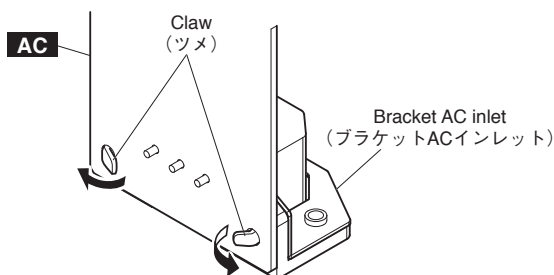

Fig. 13 (図13)
- 8-4 Straighten the two claws of the bracket AC inlet and remove the bracket AC inlet from the AC circuit board. (Fig. 13)
- 8-4 ブラケット AC インレットのツメ 2 箇所をまっすぐに伸ばして、AC シートからブラケット AC インレットを外します。(図 13)